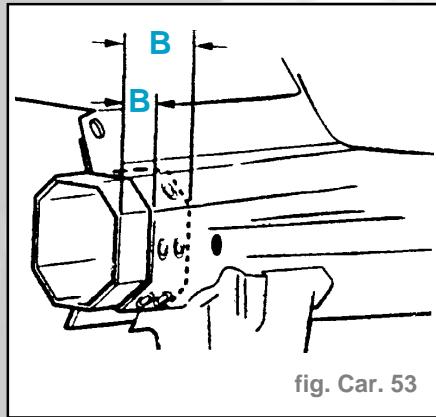

fig. Car. 53
- Confectionner des raidisseurs d'une largeur (b) d'env. **60 mm** et les enduire de peinture à base de poudre de zinc. (fig. Car. 53).
- Ajuster les raidisseurs de sorte qu'ils dépassent de la moitié et les souder en bouchon (fig. Car. 53).